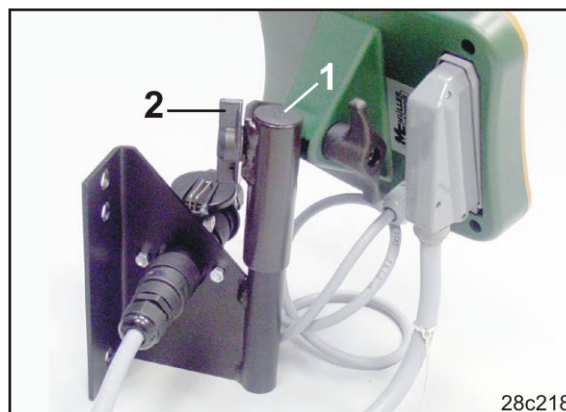

Рис. 12
1. Пов'язану деталь (Рис. 12/1) встановіть на консоль і затисніть гвинтом-баранцем (Рис. 12/2).